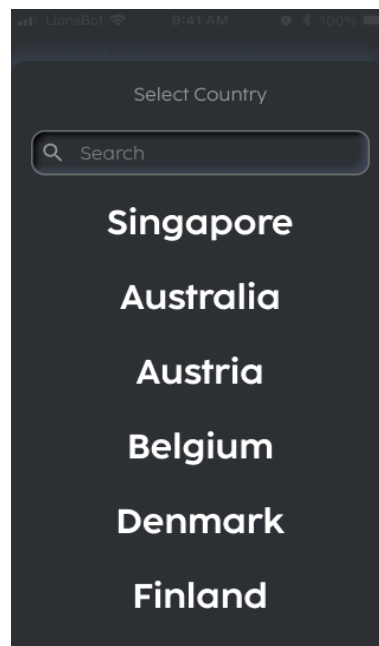

FIGURE 7-3
2. Vérifiez que le pays correct est sélectionné (Fig. 7-3) avant de cliquer sur le bouton 'Se connecter'.